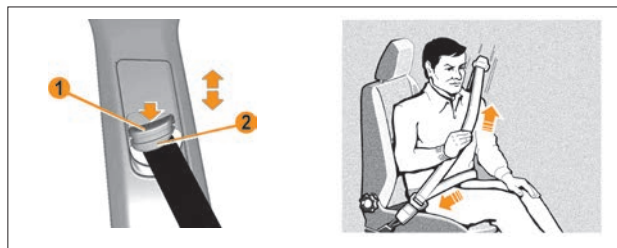

Рис. 2. Пристёгивание ремня безопасности
- Чтобы отрегулировать положение диагональной ветви ремня относительно шеи (только для переднего ряда сидений) установите регулятор **2** (рис. 2) в одно из фиксированных положений так, чтобы верхняя часть ремня располагалась
Для перемещения регулятора вниз нажмите на клавишу **1** (рис. 2) и переместите регулятор. Перемещение регулятора вверх осуществляйте без нажатия на клавишу. Завершив регулировку ремня безопасности, убедитесь, что он надёжно зафиксирован.